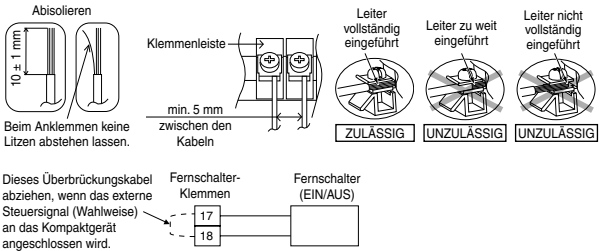

Abbildung 4.2: Anschluss des Fernschalters
- Als Fernschalter ist ein einpoliger Schalter mit einem Kontaktabstand von min. 3,0 mm zu verwenden (siehe Abbildung 4.2). Dessen Kabel muss ein (2 x min. 0,5 mm²) doppelt isoliertes PVC- oder Polychloropren-ummanteltes Kabel sein.